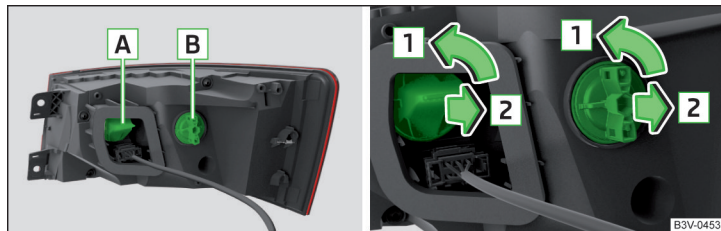

Fig. 372 Blocul optic spate/înlocuirea becului cu incandescență
- ▶ Rotiți soclul, împreună cu becul cu incandescență **A**, respectiv **B** » fig. 372 în sensul săgeții **1**.